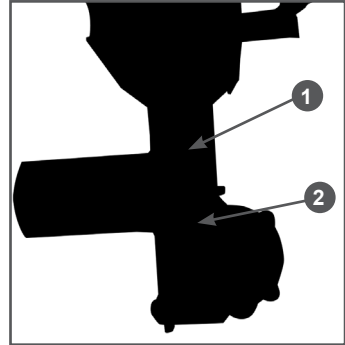

Рис. 22 Замена масла в корпусе редуктора
4. Очистите корпус редуктора вокруг пробки заливного 1 и контрольного 2 отверстий (Рис. 22).
5. Открутите пробку 1 заливного отверстия и пробку 2 отверстия для контроля уровня масла в корпусе редуктора (Рис. 22).
8. С помощью специального шприца или масленки через заливное отверстие 1 заливаете в корпус редуктора масло до тех пор, пока оно не начнет вытекать из контрольного отверстия 2 (Рис. 22).
9. Закрутите на место пробки контрольного 2 и заливного 1 отверстий (Рис. 22).